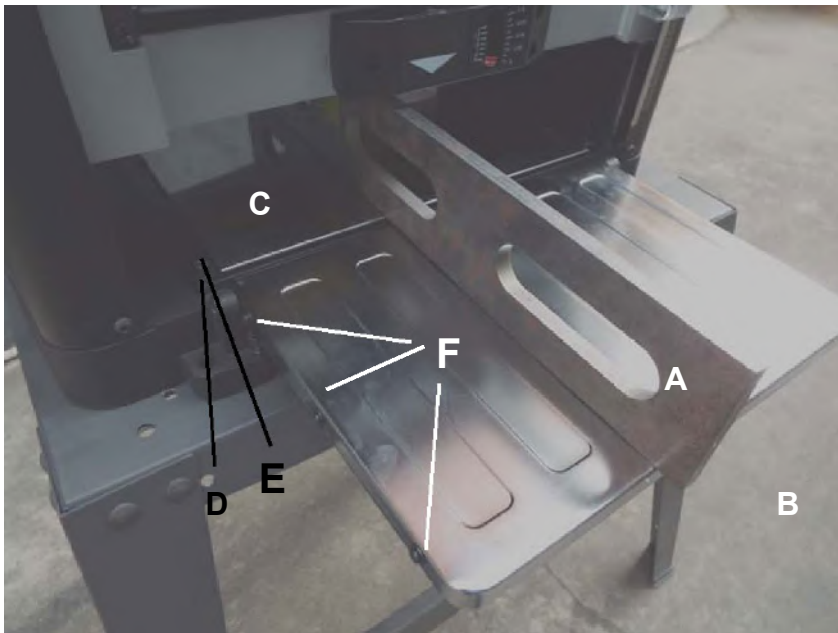

ABB. 4
1. Legen Sie ein Lineal (A) mit einem Ende auf den Hobeltisch (C) und dem anderen auf den Einzugstisch (B). Siehe Abb. 4.
3. Falls eine Einstellung erforderlich ist, heben Sie den Tisch an, lösen Sie die Klemmmuttern (D) und stellen Sie die Sechskantschrauben (E) auf beiden Tischseiten ein, bis der Einzugstisch bündig mit dem Hobeltisch ist. Dadurch wird die Außenkante des Tisches angepasst. Lösen Sie nach dem Einstellen gegebenenfalls die drei Schrauben auf einer Seite des Einzugstischs (F) und ziehen Sie die Schrauben wieder an. Wiederholen Sie den Vorgang auf der anderen Seite des Einzugstisches.